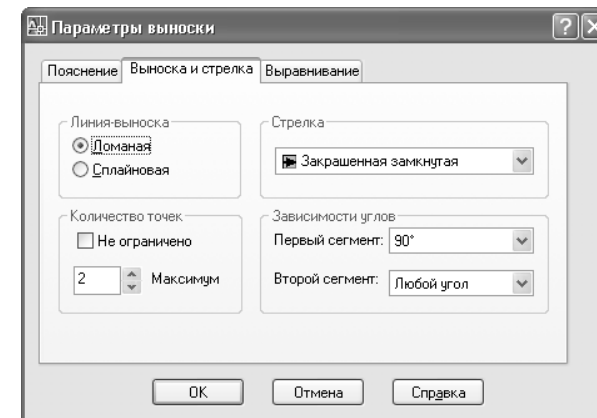

Рис. 11.28 ▼ Параметры вкладки **Выноска и стрелка** (Leader Line & Arrow) диалогового окна **Параметры выноски** (Leader Settings)
5. Перейдите на вкладку **Выноска и стрелка** (Leader Line & Arrow) и настройте содержащиеся на ней параметры в соответствии с рис. 11.28, а затем закройте диалоговое окно **Параметры выноски** (Leader Settings) щелчком на кнопке **OK**.